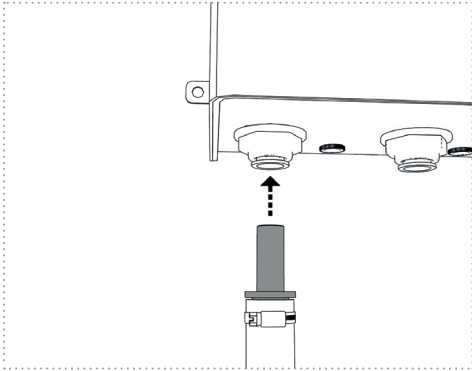

Abbildung 10a
- a. direkt in die Anschlüsse der UV-Einheit (*Abbildung 10a*)